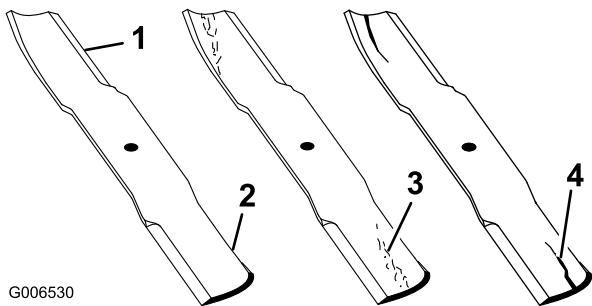

Figura 92
1. Inspeccione los filos de corte (Figura 92). Si los bordes no están afilados o tienen muescas, retire las cuchillas y afílelas. Consulte Afilado de las cuchillas.
2. Inspeccione las cuchillas, especialmente la parte curva (Figura 92). Si observa daños, desgaste o la formación de una ranura en esta zona (Figura 92), instale inmediatamente una cuchilla nueva.